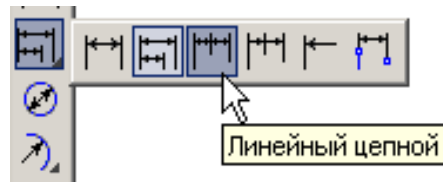
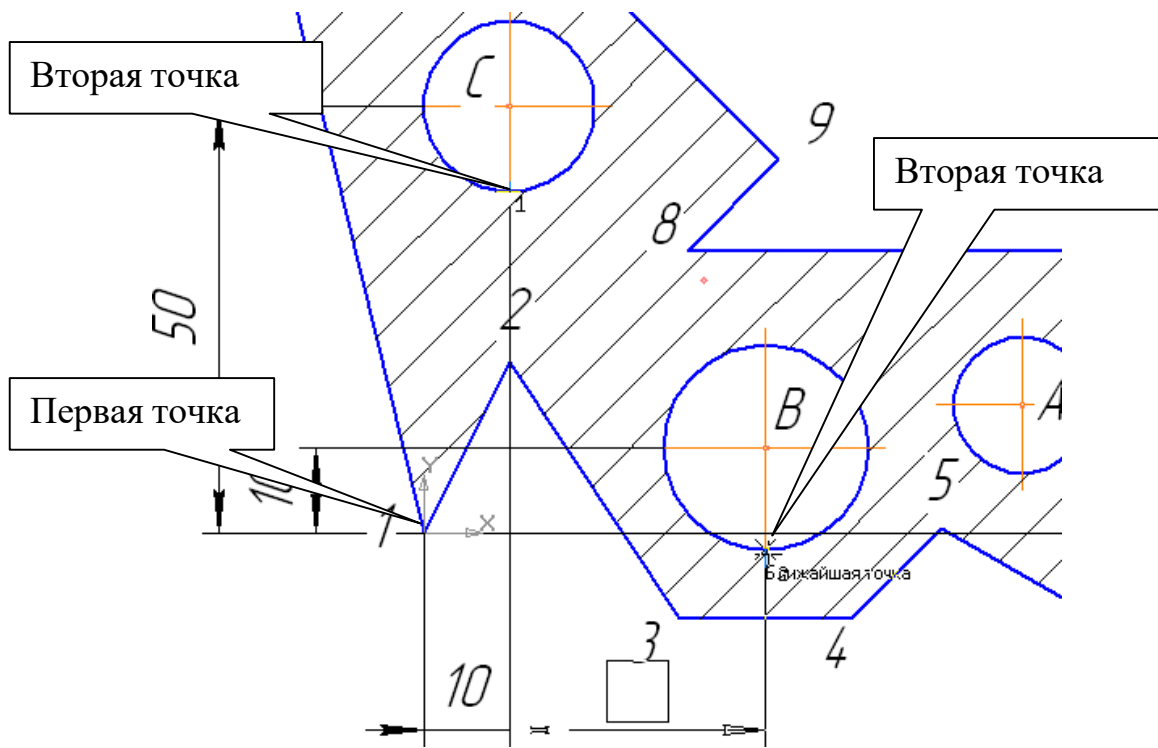

Рис. 5
Рис. 6
- На панели **Размеры** сделайте активной команду **Линейный цепной** рис. 5. Зафиксируйте точку 1 и укажите положение окружности C (вторая точка), проставив горизонтальный размер, рис. 6. Затем определите положение окружности B (вторая точка) и окружности A. Прервите команду.